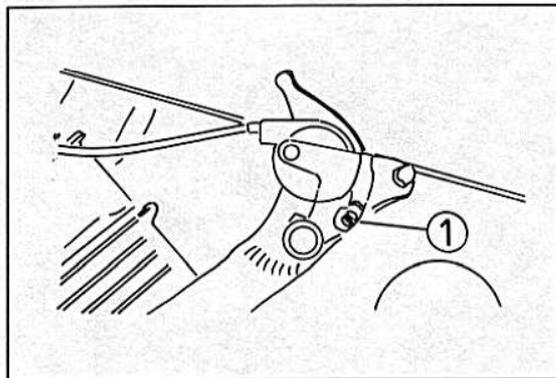

Bild 216
- Das Schaltgestänge beim Schalthebel am Getriebe trennen (Bild 216).